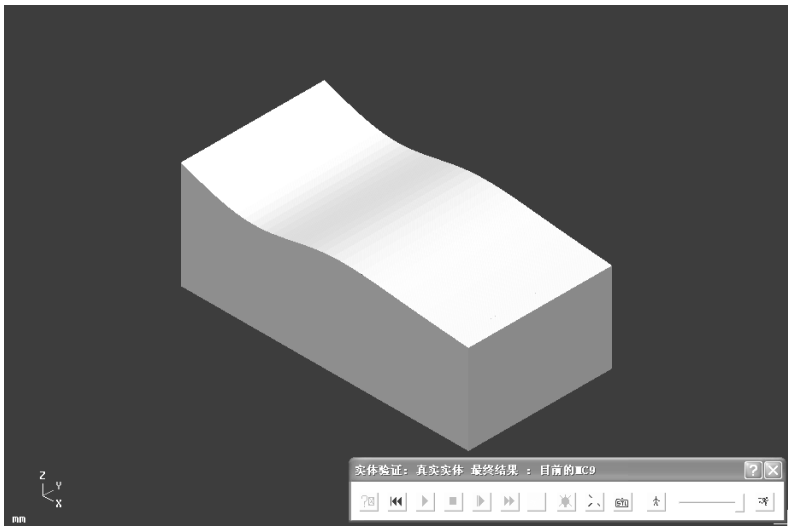

图 1-93 曲面流线精加工实体切削验证
6) 实体切削验证如图 1-93 所示。将本例保存为“曲面流线.mc9”文件。